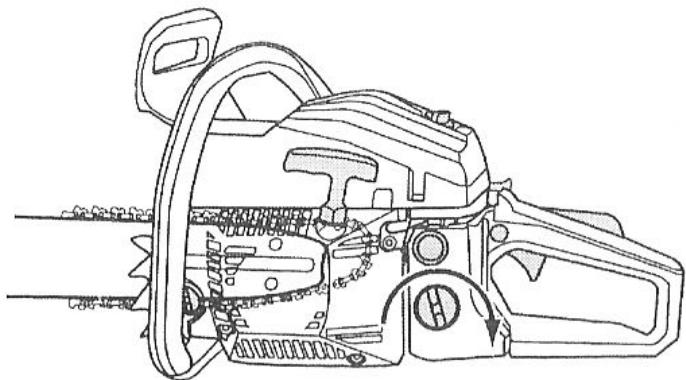

Рис. 13
1. Бензин и моторное масло следует смешивать в специальной емкости (36) в соотношении указанном на упаковке с маслом. **ПРИМЕЧАНИЕ:** Заливайте бензин через специальную топливную лейку с фильтром, чтобы избежать случайного разбрызгивания. Содержите топливную лейку всегда в чистоте, чтобы избежать излишнего загрязнения топлива. Специальную лейку Вы найдете в специализированном магазине.
2. Плотно закройте емкость для смешивания (26) и смешайте топливо, хорошо встряхнув его.
5. Откройте топливный бачок, выкрутив крышку (21) против часовой стрелки (Рис. 13) сняв ее.